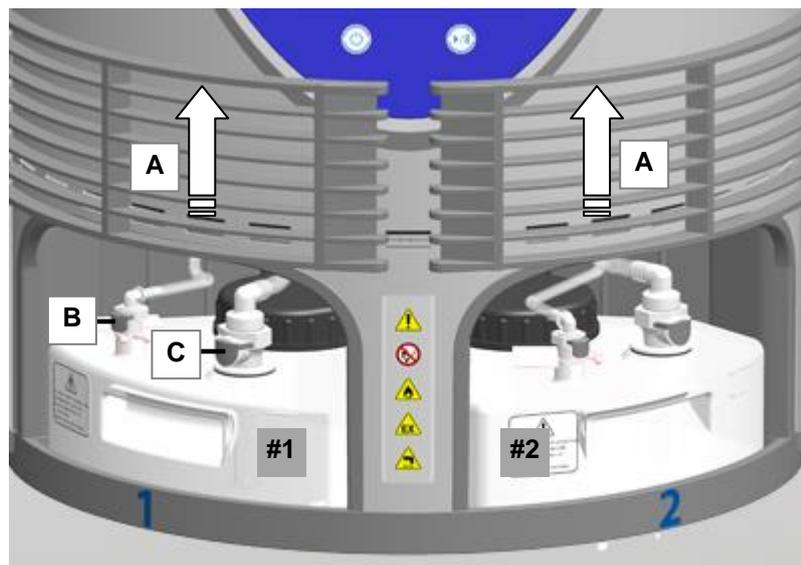

Abb. 4.4.2 Medienbehälter Abdeckung geöffnet
1. Schieben Sie die Abdeckungen für die Medienbehälter (*Abb. 4.4.2.A/A*) nach oben.